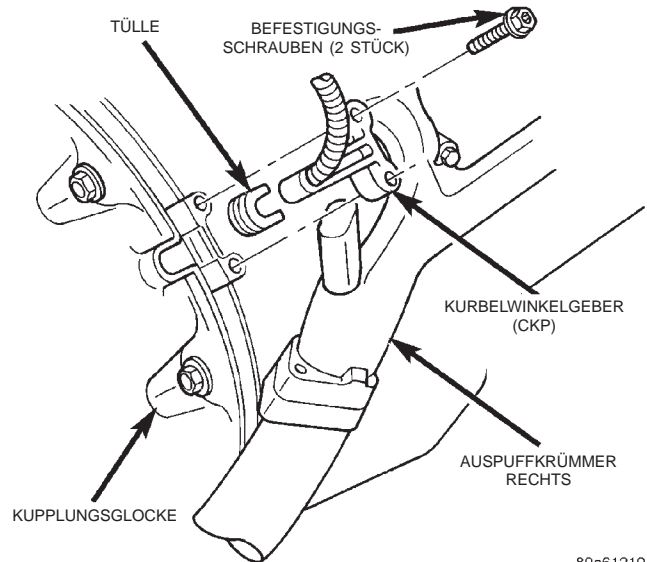

Abb. 30 Kurbelwinkelgeber (CKP) — 5.2L-/5.9L-Motoren
Der CKP-Geber ist mit Schrauben oben am Zylinderblock in der Nähe der Rückseite des rechten Zylinderkopfs befestigt (Abb. 30).
- (1) Den 3-poligen Steckverbinder des CKP-Gebers vom Hauptkabelbaum abziehen.
- (2) Die beiden Befestigungsschrauben des CKP-Gebers lösen (Abb. 30).